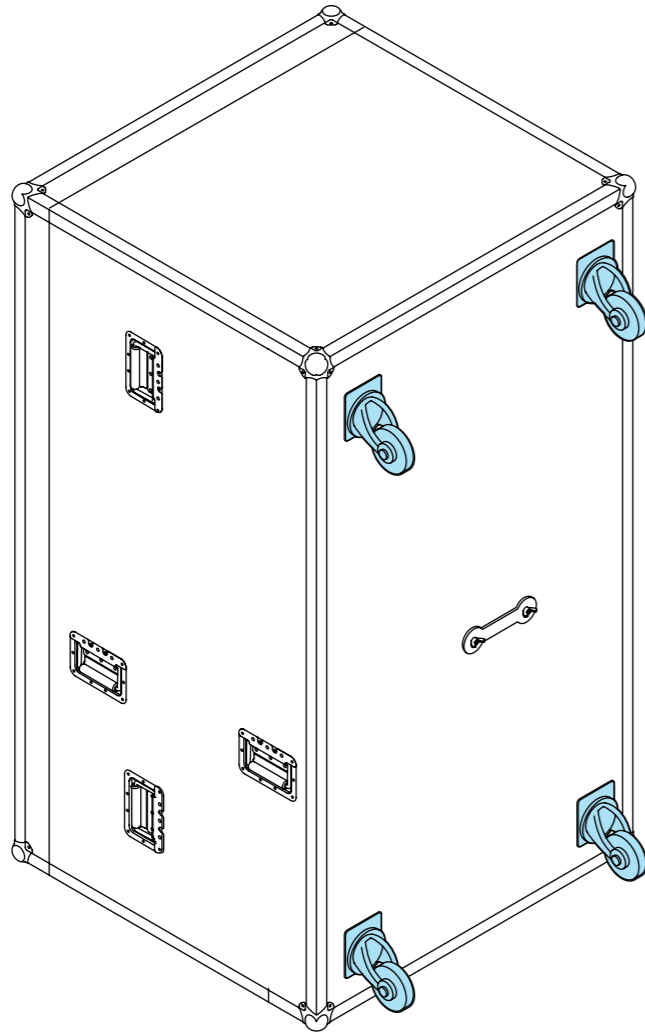
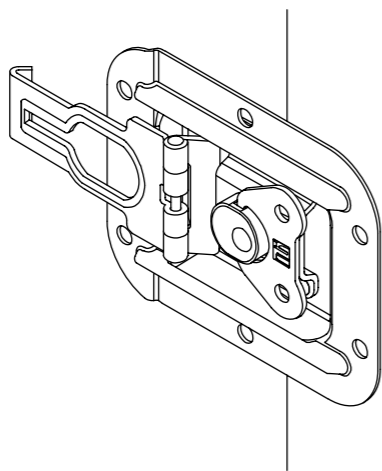
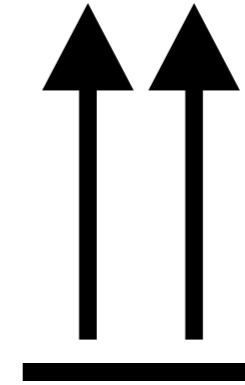

Рисунок 5.4. Днище кофра с колёсами
Рисунок 5.5. Замок кофра
Рисунок 5.6. Наклейка с маркировкой на кофре
Кюфр оснащён колёсами (рис. 5.4), замками (рис. 5.5) и ручками. Перемещать робота можно или строго вертикально, в соответствии с маркировкой на наклейке (рис. 5.6), или горизонтально на колёсах.
1. Установите кофр в вертикальное положение в соответствии с транспортировочной маркировкой (рис. 5.6).
2. Открутите барашковые винты (рис. 5.5) на четырех замках крышки, разъедините замки, снимите крышку, потянув ее вперед, и уберите ее в сторону.